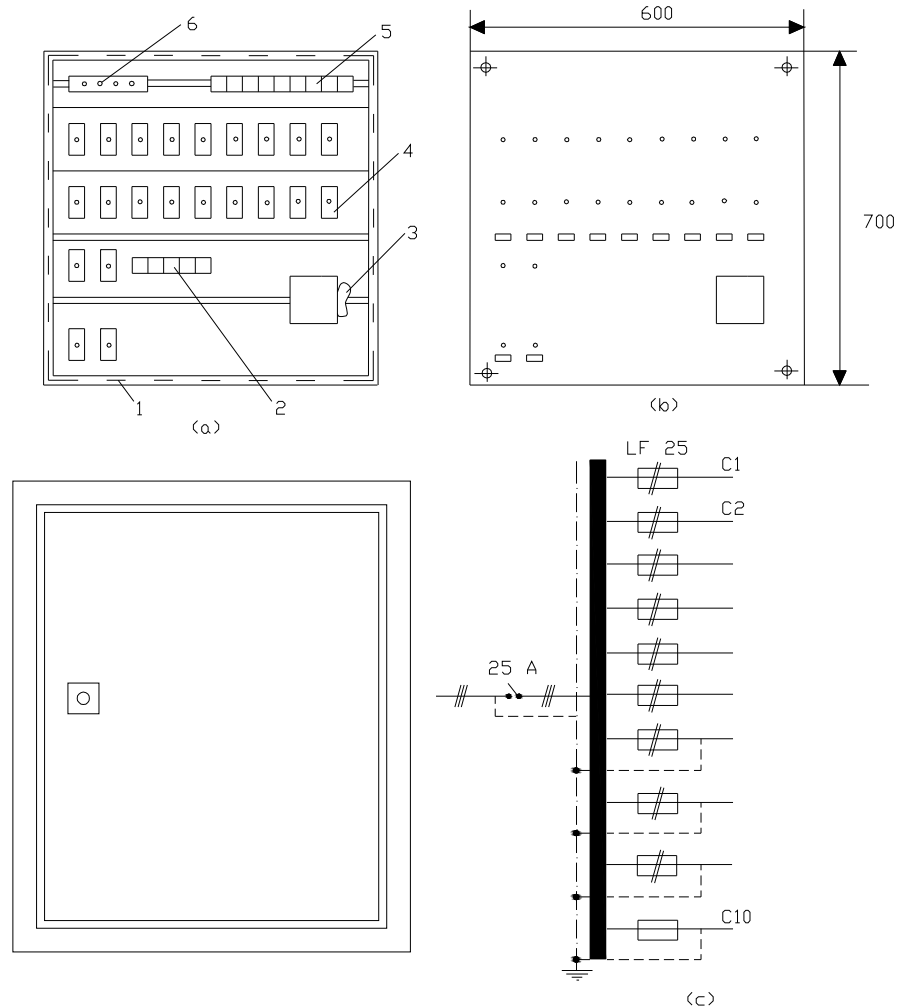

Fig. 10.2. Tabloul de distributie pe stelaj metalic montat in dulap
În fig.10.2 se prezintă schema unui tablou de distribuție pe stelaj metalic montat în dulap, precum și schema monofilară. Intrarea coloanei de alimentare se face prin clemele (2). De la clemele cablajul trece prin întrerupătorul general (3), apoi la siguranțele celor 11 circuite (4). Siguranțele sunt de tip LF. Pentru nului de protecție se prevede o bară de protecție (6). Ieșirea circuitelor spre receptori se face prin clemele de ieșire (5). Pentru protejarea tabloului, în față lui se montează o placă din material izolant (7). Tot ansamblul se instalează într-un dulap sau nișă.